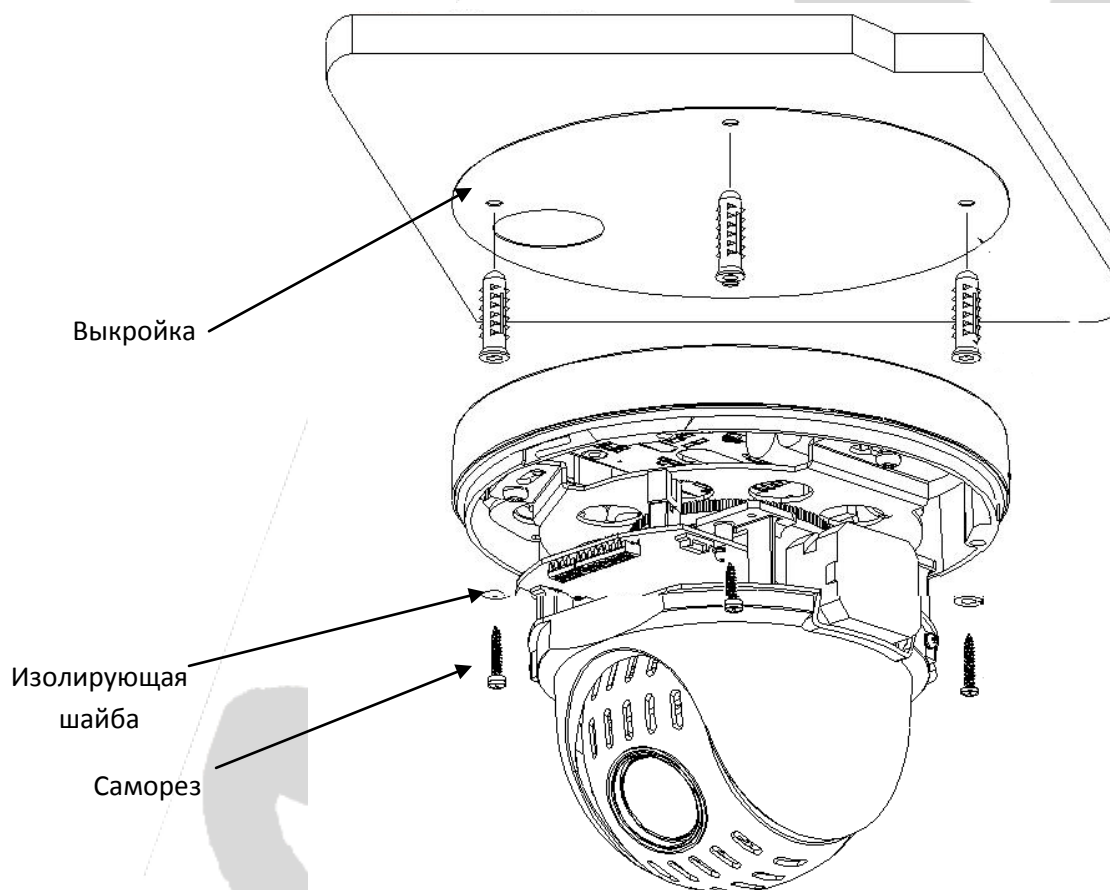

Рисунок 1.3. Установка камеры.
3. Проложите кабель выбранным способом и закрепите камеру на потолке саморезами через отверстия в основании корпуса, используя изолирующие шайбы, рисунок 1.3.